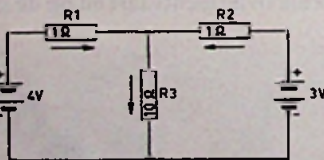

Fig.1
2. Bereken het vermogen dat in de schakeling van fig. 1 in de weerstand R_3 in warmte wordt omgezet.
Uit deze vergelijkingen volgt: $I_1 = \frac{2}{3} \text{ A}$, $I_2 = -\frac{1}{3} \text{ A}$ en $I_3 = \frac{1}{3} \text{ A}$. (De stroom I_2 vloeit dus tegengesteld aan de in fig. 1 aangegeven pijlrichting.)